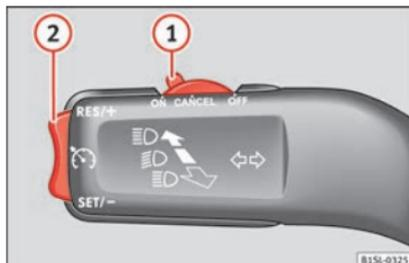

Fig. 34 Comutador e comandos de utilização do GRA.
- Ligar o GRA: desloque o interruptor »» Fig. 34 **1** até **ON**. O sistema está ligado. O sistema não regula por não ter qualquer velocidade programada.
- Ativar o GRA: pressione o botão »» Fig. 34 **2** na zona **SET/-**. A velocidade atual é memorizada e regulada.
- Desligar o GRA temporariamente: desloque o interruptor »» Fig. 34 **1** até **CANCEL** ou pise o travão. A regulação é desativada temporariamente.
- Ligar novamente o GRA: pressione o botão »» Fig. 34 **2** em **RES/+**. A velocidade memorizada é guardada e regulada novamente.
- Desligar o GRA: desloque o interruptor »» Fig. 34 **1** para **OFF**. Desliga-se o sistema e a velocidade memorizada apaga-se.